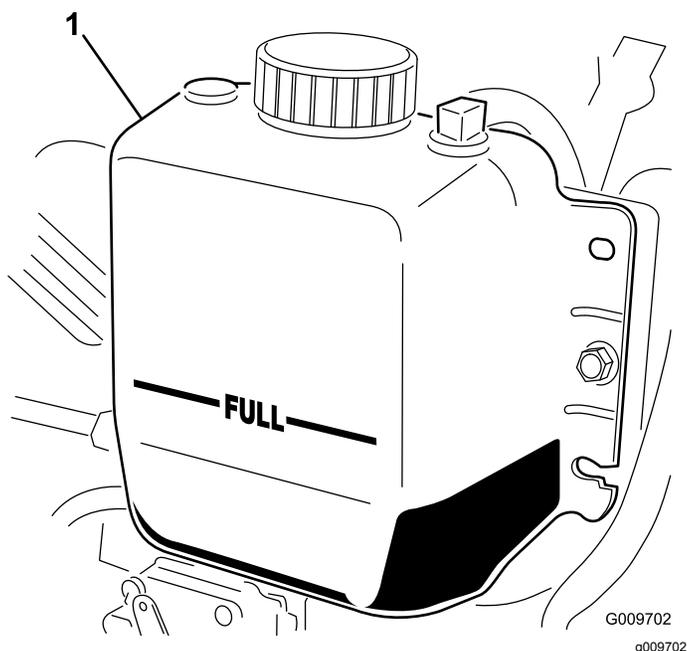

Figura 17
2. Controllate il livello del refrigerante nel radiatore. Il radiatore deve essere riempito fino alla parte superiore del collo del bocchettone, ed il serbatoio di espansione fino al segno di "FULL" (pieno) (Figura 17).